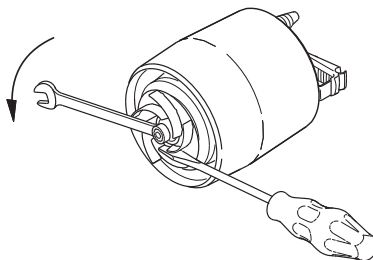

Рис. 14 Як зняти крильчатку
8. Відкрутіть гайку (ширина по діагоналі 13 мм) вала електродвигуна. За допомогою викрутки заблокуйте крильчатку від будь-якого руху. Дивіться рис. 14.